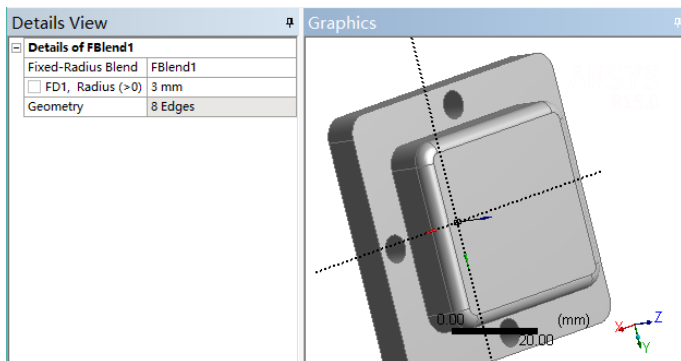

图 3-109 圆角后得到的模型
- 7) 单击“Generate”，生成圆角，得到的图形如图 3-109 所示。